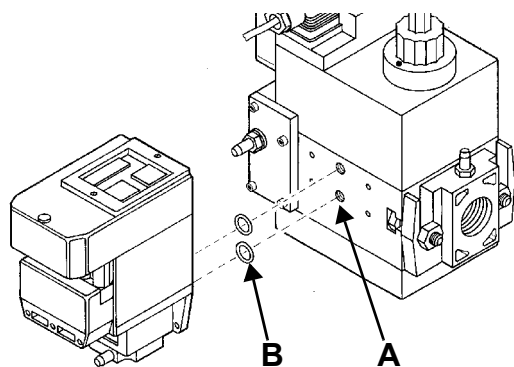

Fig. 6
- 2 quitar los tornillos de cierre del grupo Multibloc (Fig. 6-A);
- 3 colocar los anillos de estanqueidad (10,5 x 2,25) en el VPS 504 (Fig. 7-B, Fig. 6-B);
- 4 apretar los 4 tornillos de control de estanqueidad (M4 x 16) Fig. 6-C.